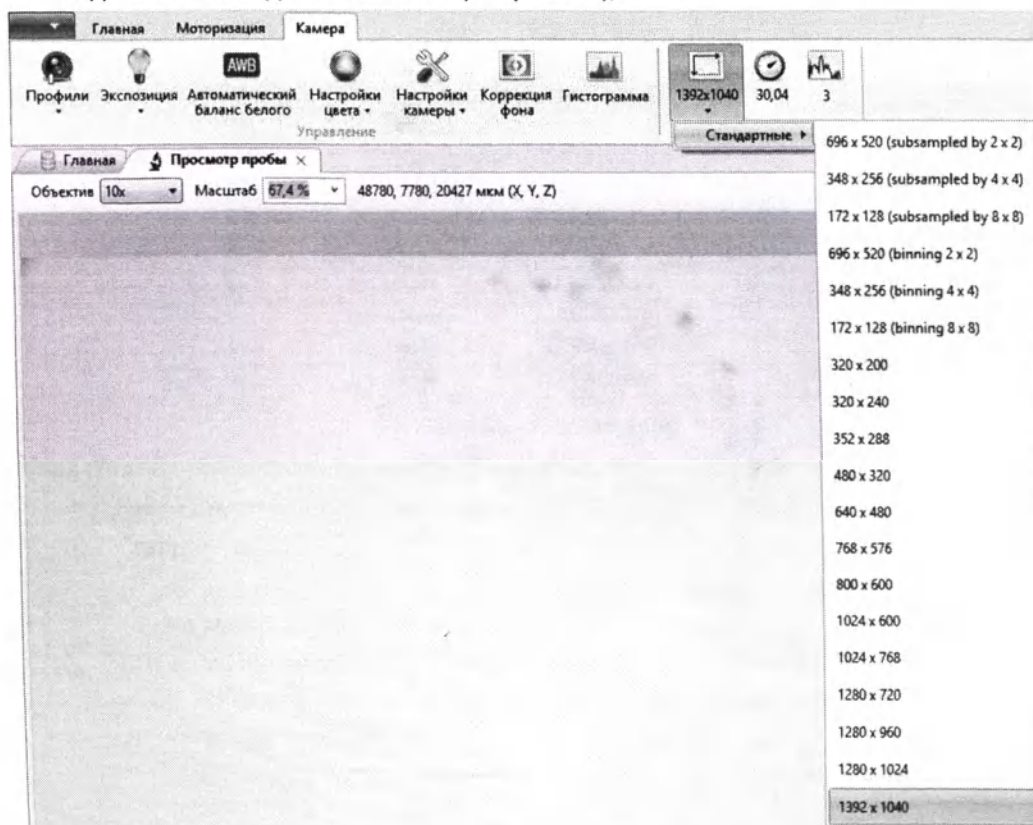

Рисунок 49 - Разрешение
- «Разрешение» — список возможных разрешений видеопотока, отображается в виде отношения длины к высоте (Рисунок 49);